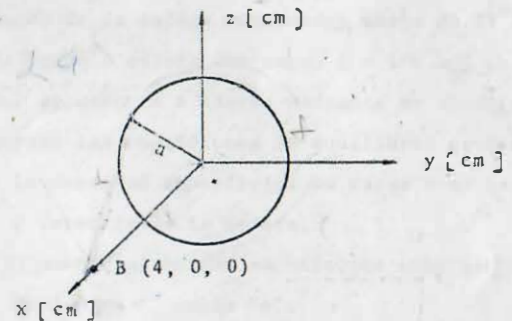

Figura P1.5
1.5 Suponga un anillo circular cargado y colocado en el plano y-z como se muestra en la figura P1.5. Si el vector intensidad de campo eléctrico en el punto B es  $\vec{E}_B = 36 \hat{i} \frac{\text{Ck}}{\text{cm}}$ , cuando la densidad lineal de carga es uniforme, calcule: